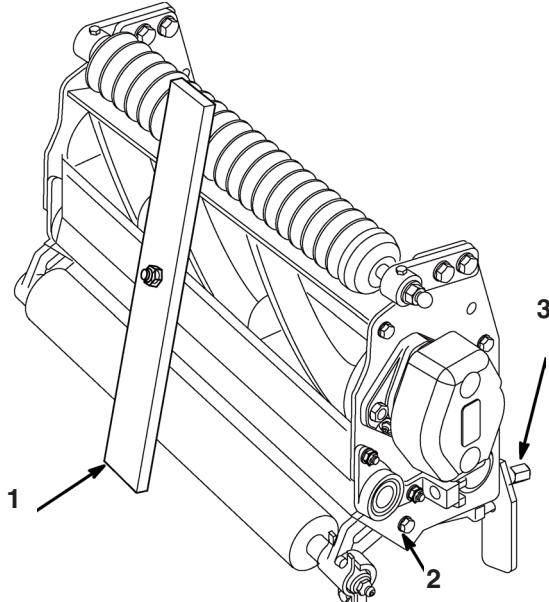

Fig. 5
2. Capovolgete l'apparato di taglio (90°) ed appoggiate lo sul rullo posteriore e sulle alette superiori sul retro. Allentate i dadi di bloccaggio sui bulloni di fissaggio delle staffe del rullo posteriore (Fig. 5).
3. Regolate la testa della vite all'altezza di taglio opportuna, sulla barra di misura (no. cat. 13-8199), (Fig. 5). Questa misura viene rilevata dalla superficie della barra alla parte sottostante la testa della vite.